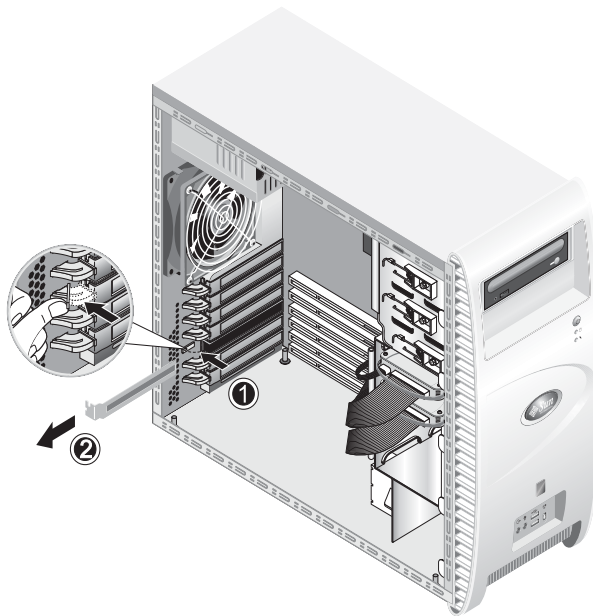

FIGURE 4-15 Retrait du cache de l'emplacement d'une carte PCI
5. **À l'intérieur du châssis, appuyez sur le clip de retenue bleu (qui fixe le cache de l'emplacement sélectionné) pour le faire passer par l'ouverture du panneau arrière (voir le point 1 de la FIGURE 4-15). Faites pivoter le clip vers l'extérieur.**
6. **Tirez sur le cache de l'emplacement (voir le point 2 de la FIGURE 4-15). Rangez-le pour pouvoir le réinstaller ultérieurement.**